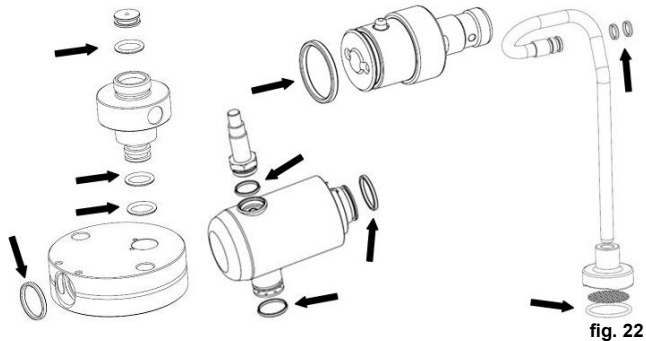

fig. 22
- Rimuovere **tutti** gli o-ring. Aiutatevi con la graffetta per gli o-ring posizionati all'interno. Buttare via **tutti** gli o-ring rimossi! (fig. 22)